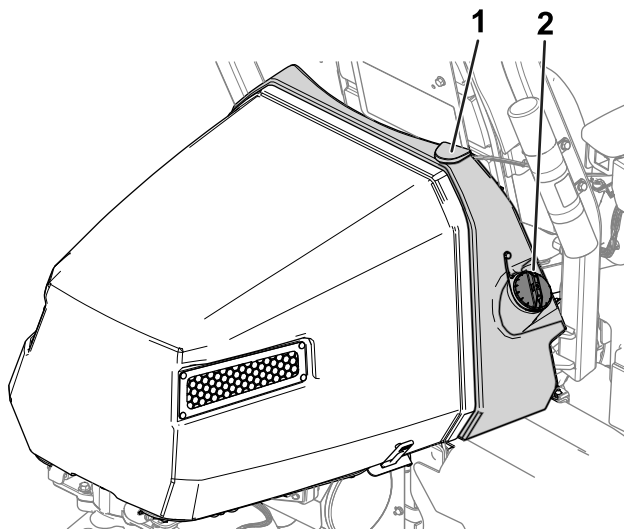

Figure 35
2. Nettoyez la surface autour du bouchon du réservoir de carburant et enlevez le bouchon (Figure 35).